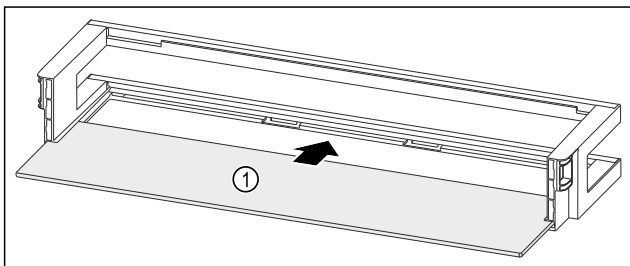

Fig. 242 Türabsteller mit Abstellfläche
- ▶ Abstellfläche Fig. 242 (1) in die seitlichen Aussparungen einschieben.